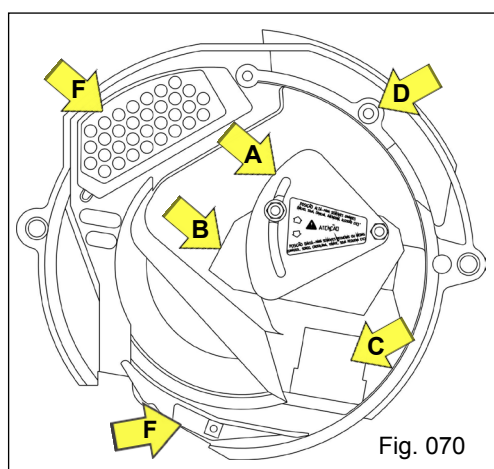

Fig. 070
- **Tampa** (Fig. 070): possui uma comporta "a" que controla a chegada e o nível das sementes assegurando um abastecimento constante do disco. Dependendo das sementes utilizadas, existem duas posições básicas de regulagem da placa e tela de nível na comporta que deverão ser verificadas e usadas. Caso necessário, porém, posições intermediárias poderão ser usadas também.
**Ejetor** (Fig. 070): O ejetor "f" controla a regularidade na saída dos grãos.